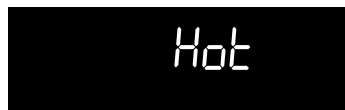

Fig. 3
1. L'heure et **Hot** s'affichent (fig. 3).